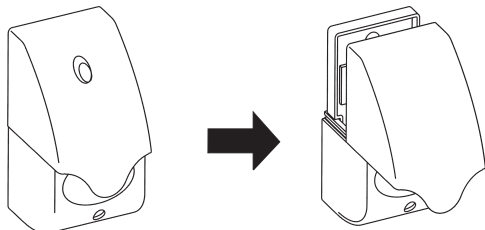

Рисунок 3
8.2 Снимите крышку батарейного отсека с оповещателя, придерживая светорассеиватель (1) и потянув крышку (2) вверх (см. рисунок 3).
- 11.2 Установите крышку батарейного отсека, для этого придерживая светорассеиватель, вставьте крышку в направляющие (8) и нажмите до упора (см. рисунок 3).